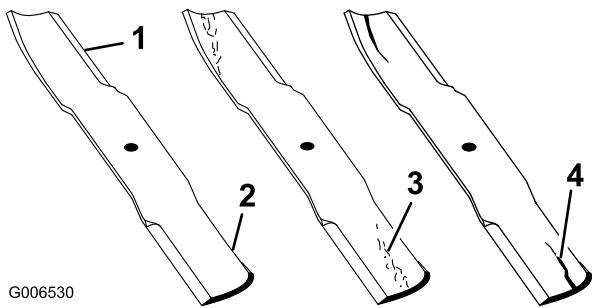

Bild 44
1. Untersuchen Sie die Schnittkanten (Bild 44). Bauen Sie, wenn die Kanten nicht scharf sind oder Kerben aufweisen, die Schnittmesser aus und schärfen sie; siehe Schärfen der Messer.
2. Prüfen Sie die Schnittmesser, insbesondere den gebogenen Bereich (Bild 44). Montieren Sie, wenn Sie Schäden, Verschleiß oder Rillenbildung in diesem Bereich feststellen (Bild 44), sofort ein neues Schnittmesser.